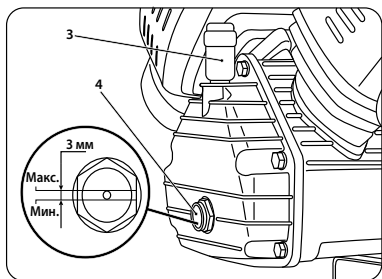

рис. 6
Снимите заглушку картера (3) и заправьте масло до максимального уровня (до красной отметки) в смотровом окне (4) (Рис.6).
Проверить и при необходимости очистить воздушный фильтр компрессора. Проверить уровень масла в компрессоре по указателю (рис. 6), при необходимости долить масло.